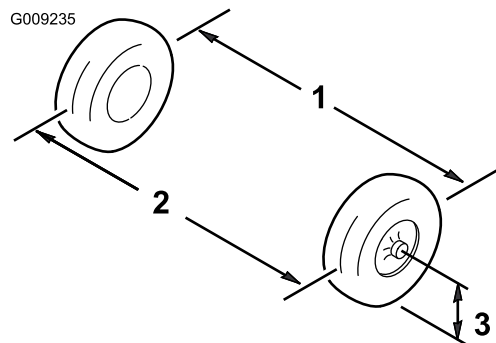

Figura 46
1. Meça a distância entre os pneus dianteiros à altura do eixo na zona dianteira e traseira dos pneus dianteiros (Figura 46).